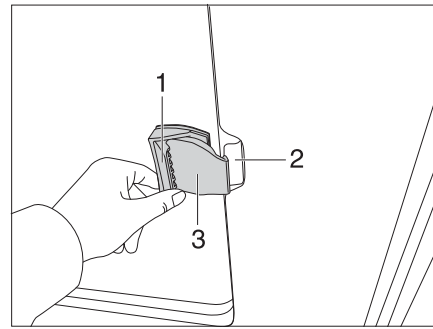

Bild 65 Schiebefenster ohne Verriegelung
- Griffklappe (Bild 65,1) ziehen und Griff gleichzeitig nach vorn schieben oder ziehen.